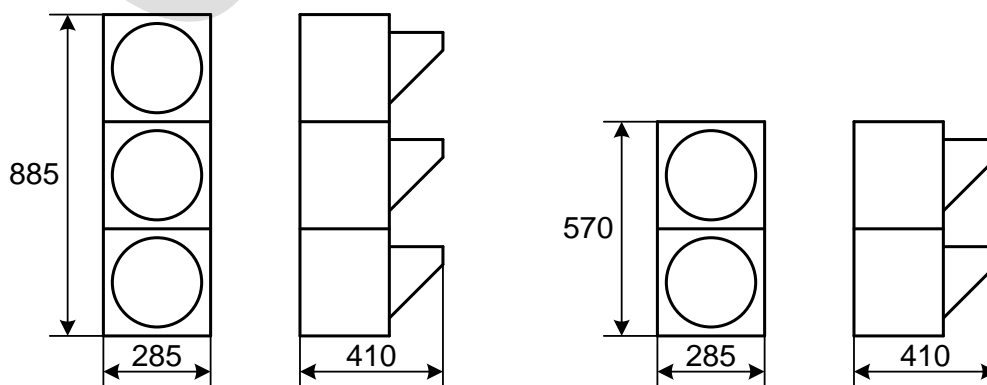

Рис.2
1.3.3 Габаритные и установочные размеры светофора МС200 показаны на рис.2.